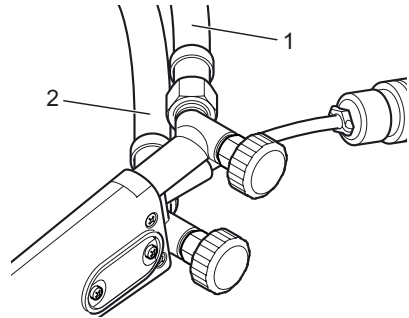

Abb. 4 - 1
Den Sauerstoffschlauch (blau) an das obere Verbindungsstück anschließen. Schlauch (1) in Abb. 4 - 1.
Den Gasschlauch (rot) an das untere Verbindungsstück anschließen. Schlauch (2) in Abb. 4 - 1.